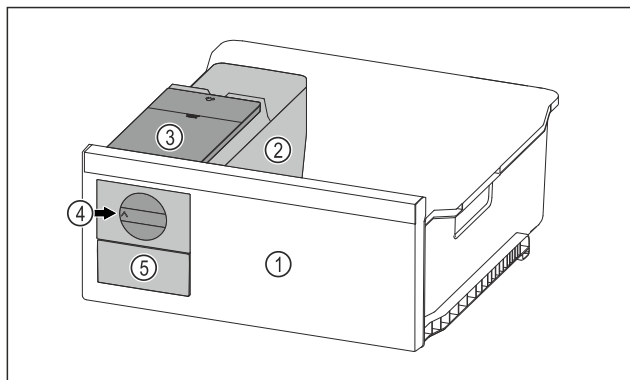

Fig. 68 Immagine a titolo di esempio
- ▶ Ruotare la manopola Fig. 68 (4) verso destra finché non si arresta.
▷ I cubetti di ghiaccio cadono dalla ciotola dei cubetti di ghiaccio nel cassetto dei cubetti di ghiaccio Fig. 68 (5). Se non tutti i cubetti di ghiaccio fuoriescono dalla ciotola dei cubetti di ghiaccio: